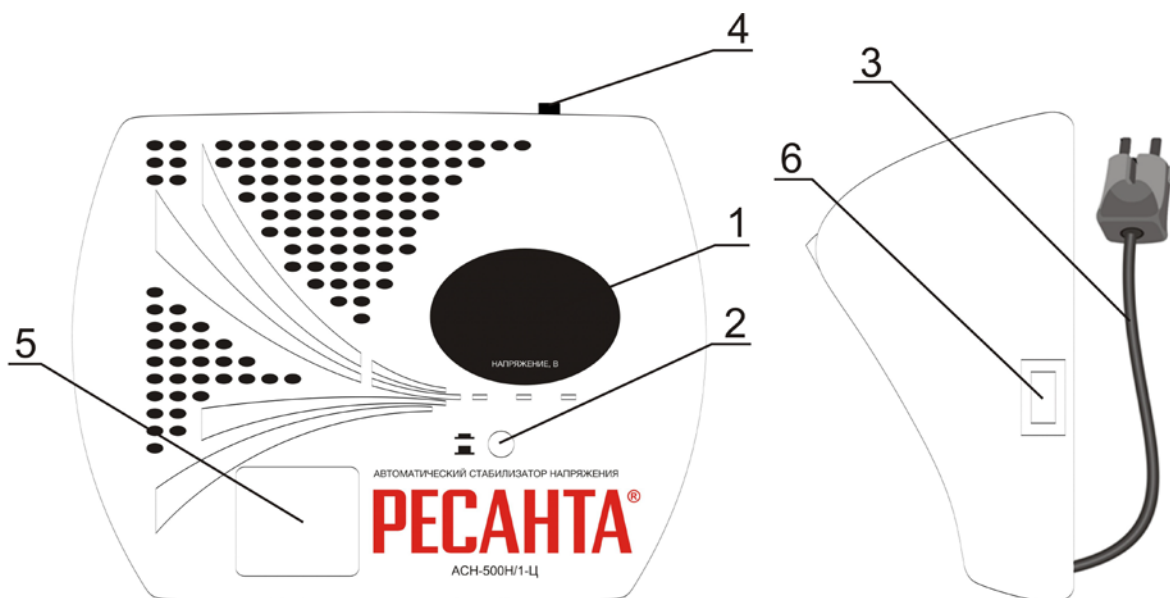

рис. 2
- Убедиться в том, что выключатель (рис. 2, поз. 3) находится в положении «выкл».
- Перевести выключатель (рис. 2, поз. 3) в положение «вкл» на 10 секунд.
- Дисплей (рис. 2, поз. 1) должен показывать 220 В при работе стабилизатора в штатном режиме.
- Перевести выключатель (рис. 2, поз. 3) в положение «выкл».
- Включить нагрузку в розетку (рис. 2, поз. 5) стабилизатора.
- Установить выключатель (рис. 2, поз. 3) в положение «вкл».
1. Не горит индикатор «сеть»	1. Вилка не включена в розетку 2. Проверить, включен ли выключатель (рис. 2, поз. 3) 3. Проверить предохранитель (рис. 2, поз. 4)